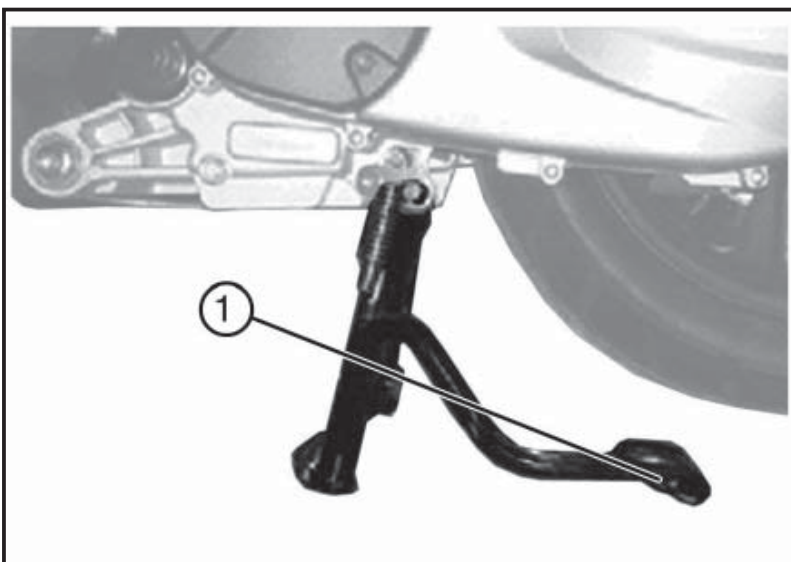

Fig. 01
4.21 BEQUILLE CENTRALE (Fig. 01)